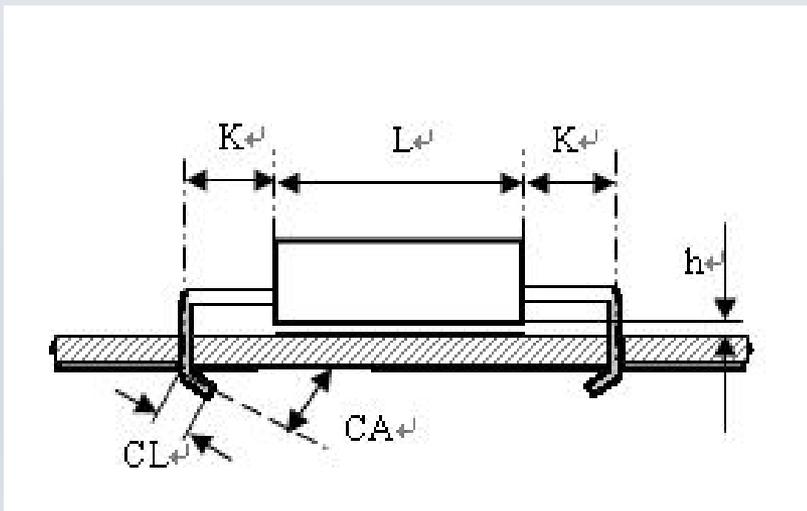

图 11a
1. 卧插元件：其在印制板上的切钎形状如图11a所示，其中 $CL=1.5-2.0 \pm 0.5\text{mm}$ ， $CA=0-35 \pm 10^\circ$ 可调， $h \approx 0.1\text{mm}$ 。